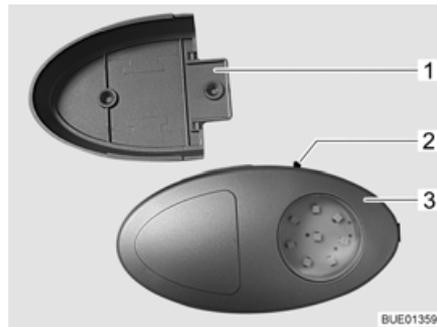

Bild 85 Kleiderschrankleuchte/
- ▷ Die Kleiderschrankleuchte kann aus der verschraubten Halterung (Bild 85,1) herausgezogen und als Taschenlampe verwendet werden.
Der Ein-/Ausschalter (Bild 85,2) ist direkt an der Kleiderschrankleuchte (Bild 85,3) angebracht.